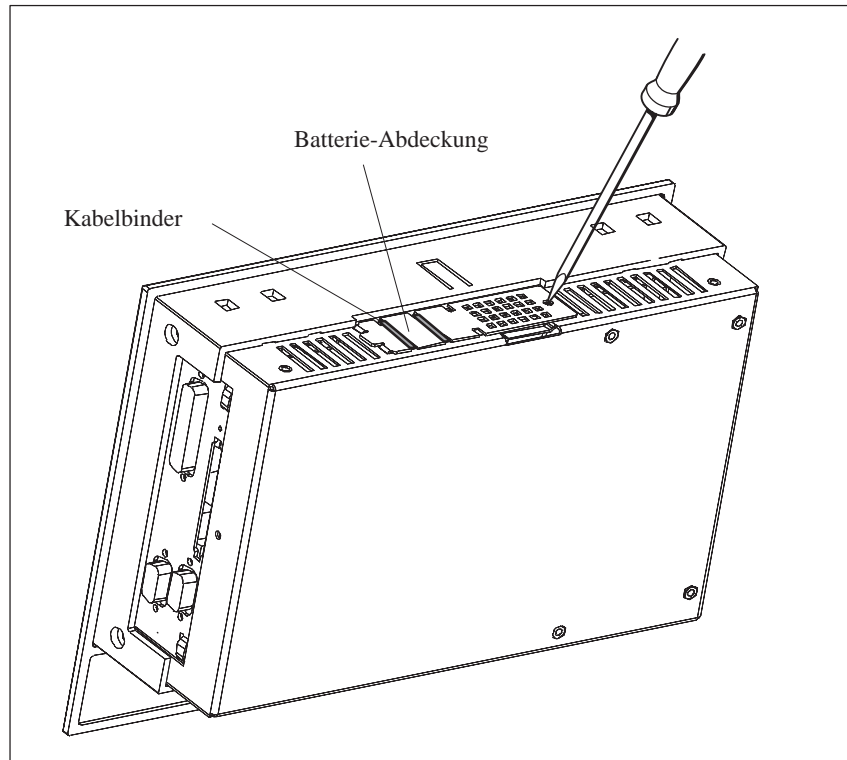

Bild 11-1 Entfernen der Abdeckung bei C7-633 DP
1. Schrauben Sie die Abdeckung der Batteriefachs des C7 ab (siehe Bild 11-1).